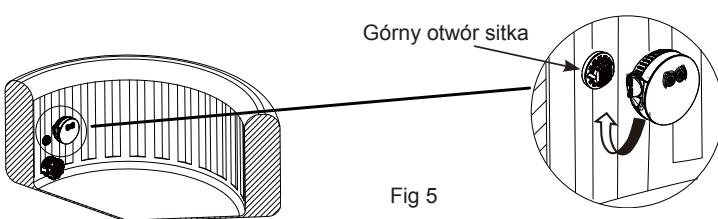

Fig 5
5. Przykręć ręcznie oświetlenie ledowe spa do górnego otworu sitka niecki spa (see Fig 5).